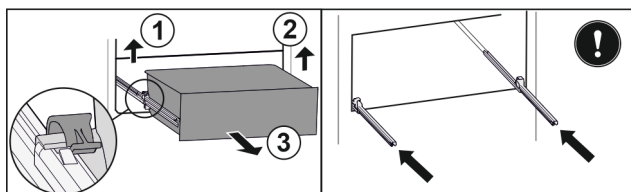

Fig. 80
- ▶ Повдигнете лявата скоба и едновременно с това изтеглете напред чекмеджето отляво. Fig. 80 (1)
- ▶ Повдигнете дясната скоба и едновременно с това изтеглете напред чекмеджето отдясно. Fig. 80 (2)
- ▶ Извадете чекмеджето напред. Fig. 80 (3)